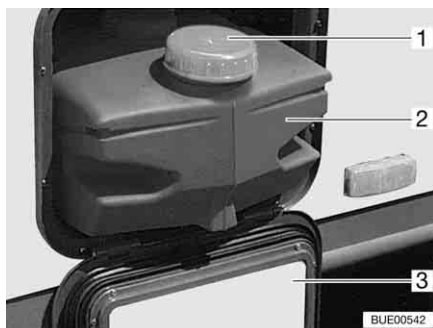

Bild 180 Vattentank 22 l
Vid transport av vattentanken: stäng den med locket (Bild 180,1).
- Öppna serviceluckan (Bild 180,3) (se kapitel 6).
- Drag ut vattentanken (Bild 180,2).
- Drag ut vattentanken (Bild 180,2) och töm den.